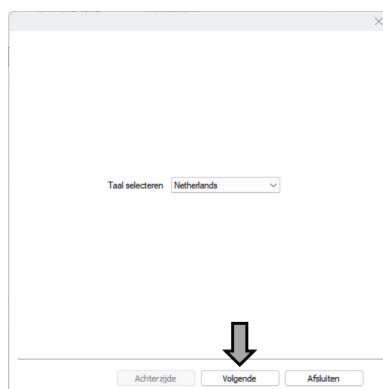

Bild 10
④ Öppna installationsgränssnittet för skrivardrivrutinen, välj önskat språk och klicka på "Nästa" (se bild 10).